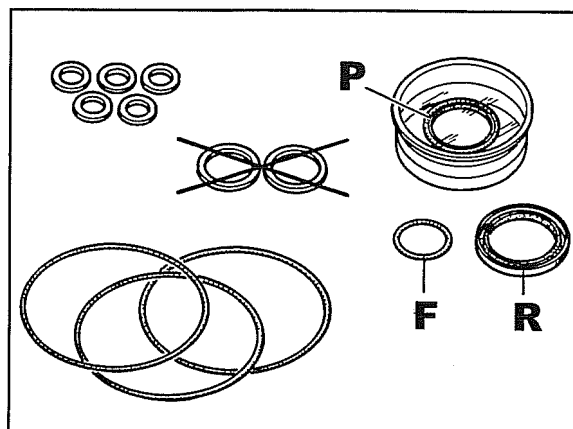

Fig. 63
6. Nel rimontaggio sostituire la serie anelli e le rondelle di tenuta di fig. 63.